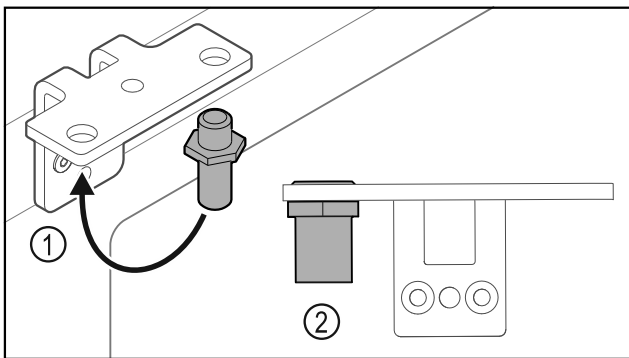

Fig. 31
- ▶ Μεταφέρετε τον πείρο Fig. 31 (1) στη γωνία μεντεσέ.
- ▶ Σφίξτε τον πείρο Fig. 31 (2) με **ροπή 12 Nm**.